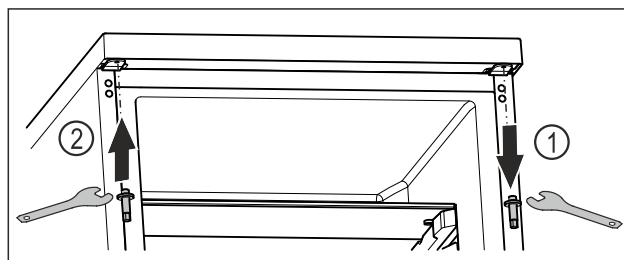

Fig. 23
- Draai de bovenste bout los met een inbussleutel. Fig. 23 (1)
- Draai de bout aan de andere kant vast met een inbussleutel. Fig. 23 (2)